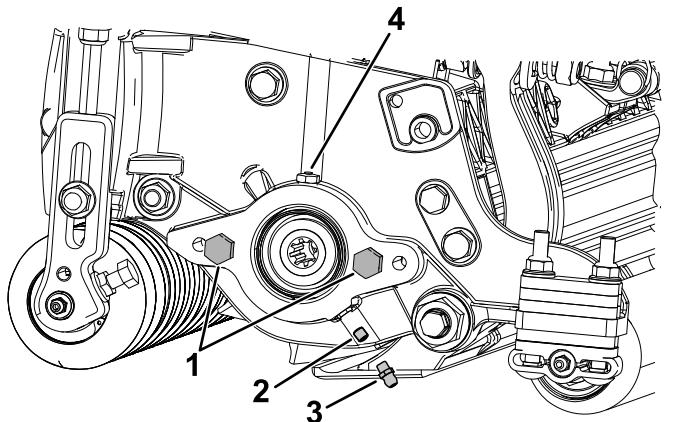

図 4
- 1. リールモータのサイドプレートの固定ねじを外す。ねじは廃棄する 図4。
2. グリスフィッティングストレートを取り付ける 図 4。
2. リールモータのサイドプレートにキャップスクリューが付いていない場合は取り付ける 図 4。
| 5. サイドプレートからグリスを注入する。グリスベントからグリスが漏れてくるまで入れること 図 4。 | |